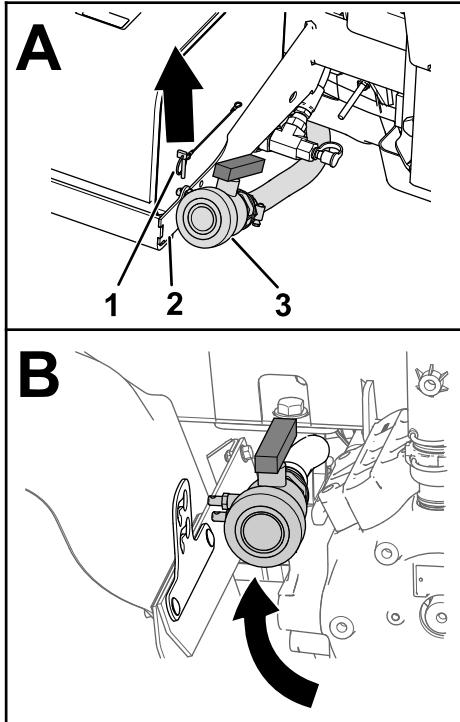

Figura 13
1. Retire o pino de sujeição que prende a válvula de drenagem ao suporte do depósito (Figura 13).
- Mova a válvula de drenagem entre o guarda-lamas traseiro esquerdo e a bomba do pulverizador (Figura 13).